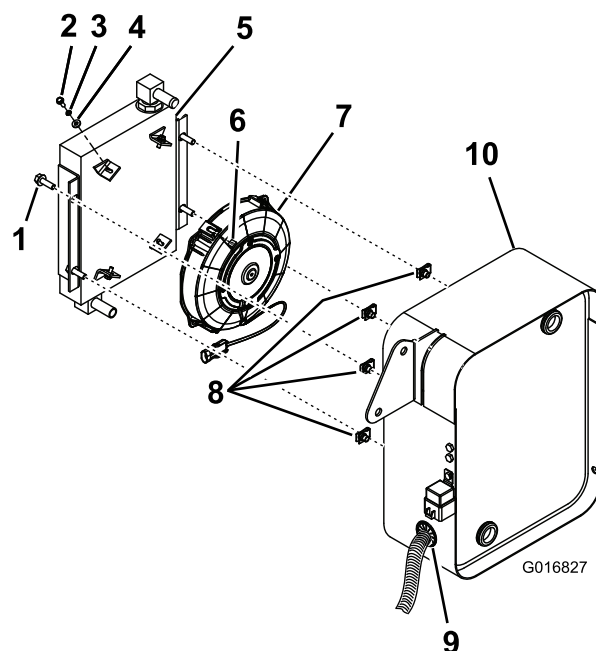

Figura 5
- Se a ventoinha e dispositivo de arrefecimento de óleo não estiverem montados, instale a ventoinha no dispositivo de arrefecimento de óleo com 4 parafusos, 4 anilhas de bloqueio, 4 anilhas planas e 4 porcas quadradas como se mostra em (Figura 5).
- Deslize 4 porcas Tinnerman para o suporte do dispositivo de arrefecimento de óleo como se mostra em Figura 5.
- Deslize uma abraçadeira sobre a extremidade de cada um dos 2 tubos que saem da parte de trás do suporte do dispositivo de arrefecimento de óleo e insira 2 uniões dentadas (90 graus) nos 2 tubos (Figura 5).
- Prenda a ventoinha e conjunto de dispositivo de arrefecimento de óleo ao suporte do dispositivo de arrefecimento de óleo com 4 parafusos (5/16 x 1 pol.) através das flanges laterais do dispositivo de arrefecimento de óleo e 4 porcas Tinnerman no suporte do dispositivo de arrefecimento de óleo (Figura 5).